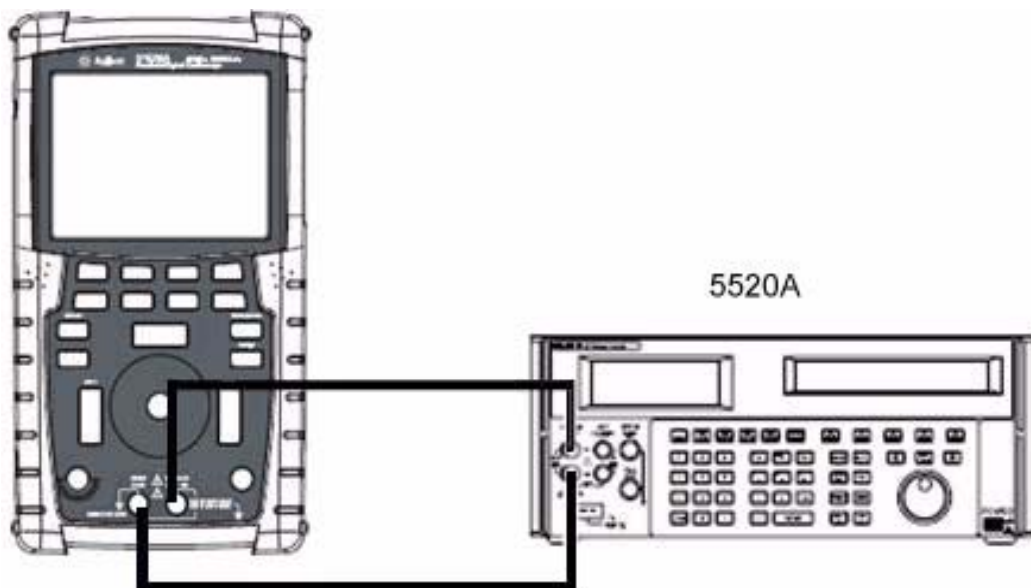

Figura 7-2 Conexiones del calibrador al instrumento para la prueba
- 4 Conecte el calibrador a la entrada del instrumento y a la terminal a tierra como se muestra en la Figura 7-2 mediante un conector de tipo banana.